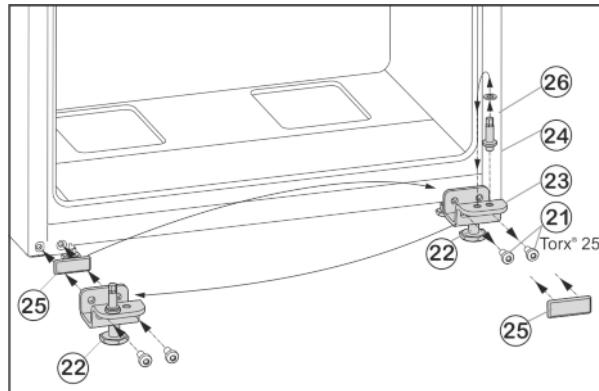

Fig. 9
- ▶ Открутите крепежные винты Fig. 9 (21).
- ▶ Снимите нижний опорный кронштейн Fig. 9 (23) вместе с опорным пальцем Fig. 9 (24), шайбой Fig. 9 (26) и регулируемой опорой Fig. 9 (22).
- ▶ Открутите опорный палец Fig. 9 (24) вместе с шайбой Fig. 9 (26) и, переставив в отверстие на противоположной стороне опорного кронштейна, снова прикрутите.
- ▶ Аккуратно снимите защитную пластины Fig. 9 (25) и переставьте ее на противоположную сторону.
- ▶ Прикрутите нижний опорный кронштейн Fig. 9 (23) вместе с опорным пальцем Fig. 9 (24), шайбой Fig. 9 (26) и регулируемой опорой Fig. 9 (22) с новой стороны шарнира (**с моментом 4 Нм**), при необходимости используйте аккумуляторный шуруповерт.
- ▶ Установите дверь сверху на опорный палец Fig. 9 (24).
- ▶ Выверните регулируемую опору Fig. 9 (22) на нижнем опорном кронштейне Fig. 9 (23) до ее соприкосновения с полом.